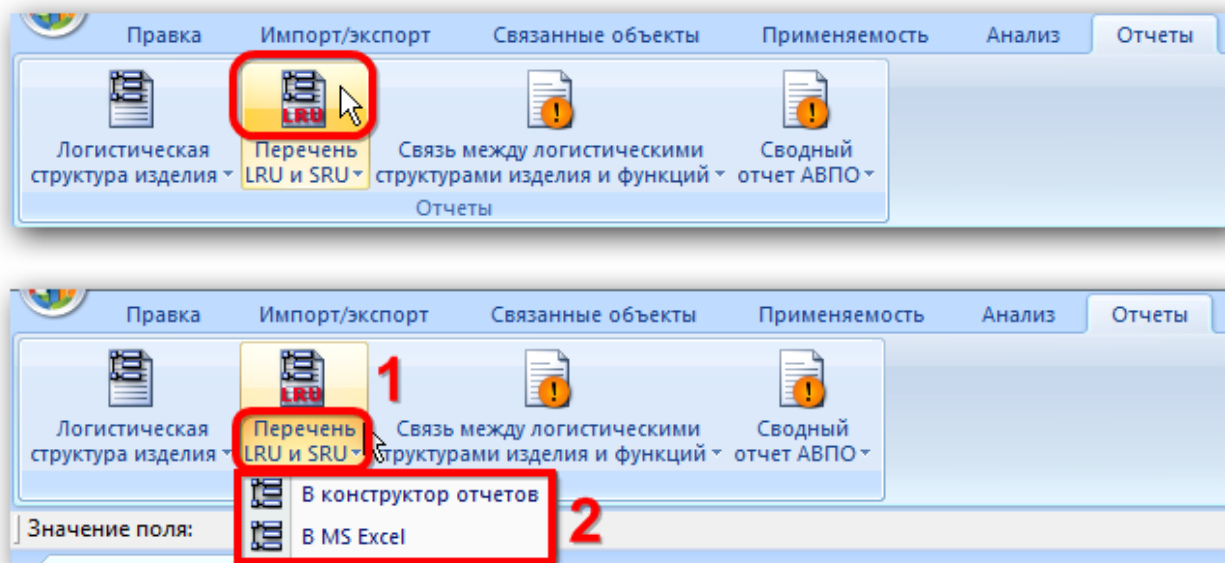

Рис. 10-76 – Вкладка «Отчеты»
3) Нажать кнопку «Перечень LRU и SRU» на вкладке «Отчеты». Для открытия отчета в программе «Конструктор отчетов» нажмите на верхнюю часть кнопки (рис. 10-76 вверху). Для выбора программы для открытия отчета – «Конструктор отчетов» или MS Ex-
cel, нажмите на нижнюю часть кнопки и в открывшемся меню выберите нужный пункт (1 и 2 на рис. 10-76 внизу).